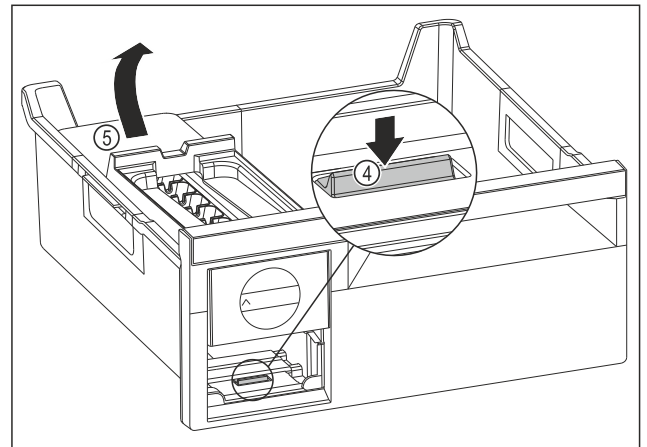

Fig. 118
- ▶ EasyTwist-Ice-Korpus entnehmen: Lasche Fig. 118 (4) mit Finger nach unten drücken und gleichzeitig mit der anderen Hand den EasyTwist-Ice-Korpus Fig. 118 (5) von hinten anheben.